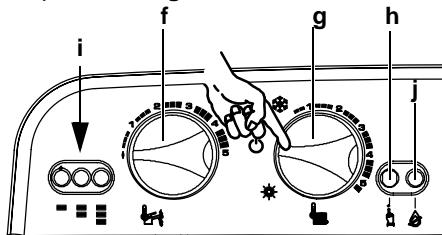

Fig. 8.2 Tablero de mandos
- 10 Colocar el commutador de función igual que en la **Fig. 8.2**